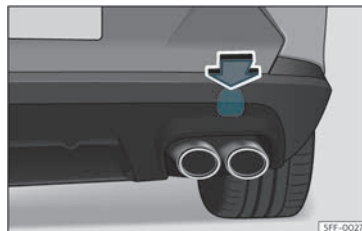

Fig. 45 A la part dreta del para-xocs del darrere: retirar la tapa.
L'allotjament de l'argolla de remolc enroscable es troba al costat dret del para-xocs posterior, al darrere d'una tapa»» **fig. 45**.
- Pressioneu sobre la zona superior de la tapa»» fig. 45 per desencastar-la.